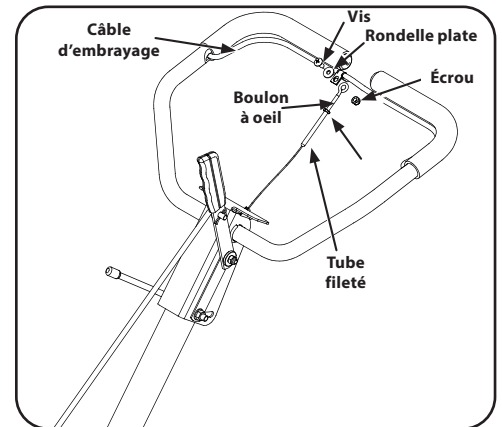

Figure 2-8
- Enlevez la vis, l'écrou autobloquant à bride et la rondelle de la commande d'embrayage. Voir Figure 2-8.
- Placez l'écrou sur le boulon à œil avant d'insérer le boulon dans le tube à l'extrémité du câble. Vissez le boulon jusqu'à environ  $\frac{3}{4}$  po du filetage. Serrez bien l'écrou. Voir Figure 2-8.